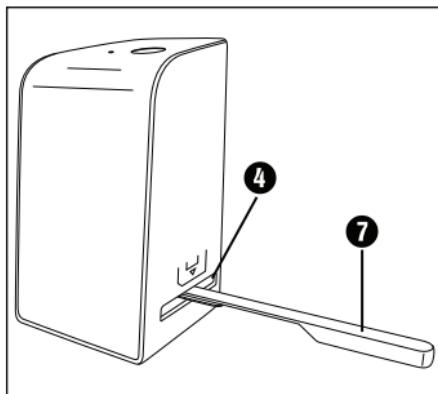

Figura 3
- ◆ Curățați suprafața instalației de iluminare de fundal în interiorul aparatului cu ajutorul periei de curățare 7. În acest sens, împingeți peria cu suprafața de curățare în jos numai în compartimentul din dreapta 4 (vezi figura 3).